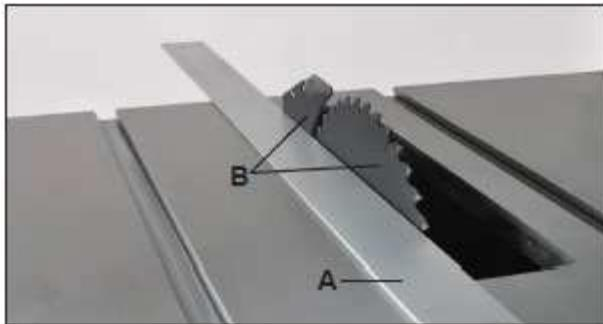

Рис. 25
4. Положить поверочную линейку (рис. 25, А) к левой стороне пильного диска (рис. 25, В), выровнять разделитель и проверить его совмещение с пильным диском.